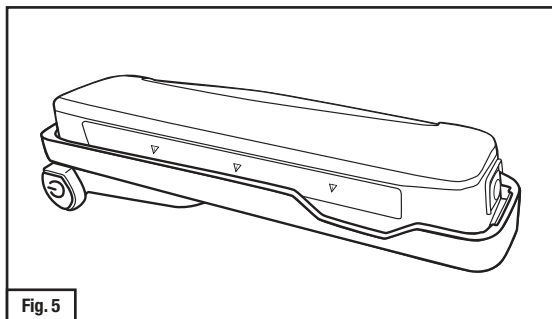

Fig. 5
3. Pousser la pile TR-630 vers le bas de manière qu'elle soit insérée dans l'adaptateur et que la languette de dégagement bleue sur la pile s'enclenche en place (Fig. 5).